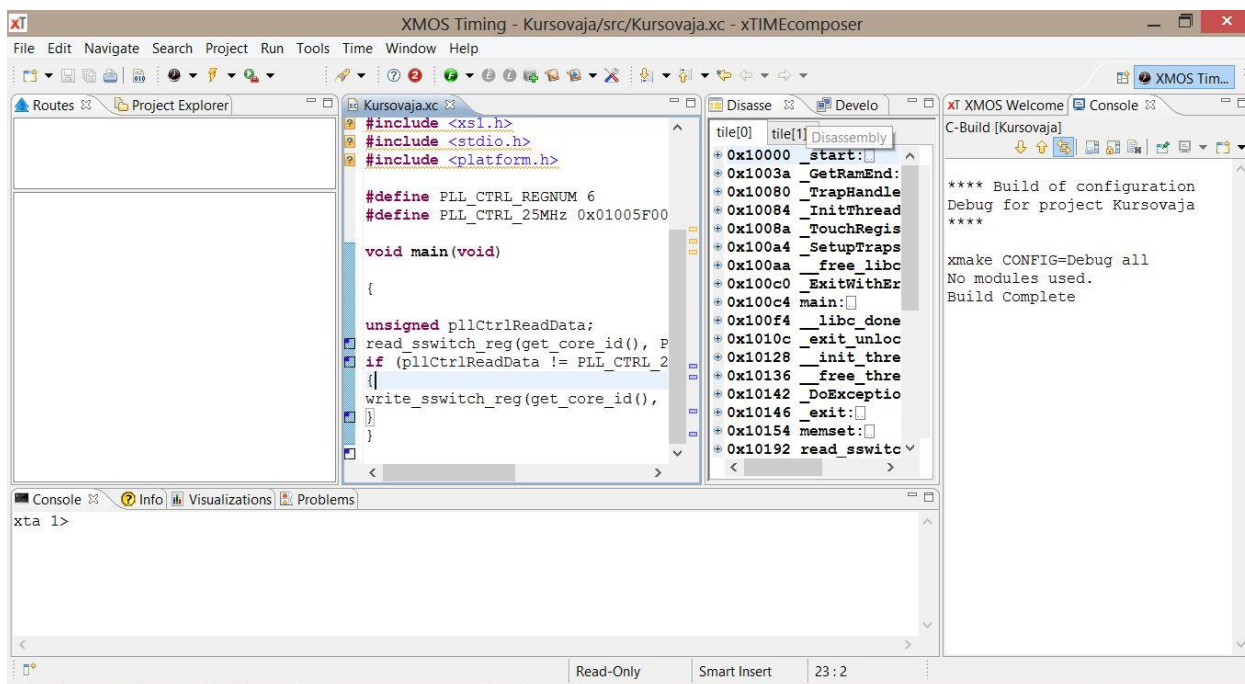

Рис.2.2.9.
*xTIMEcomposer Studio* загружает программу в анализатор синхронизации и открывает его в *Timing perspective* (рис.2.2.9.).